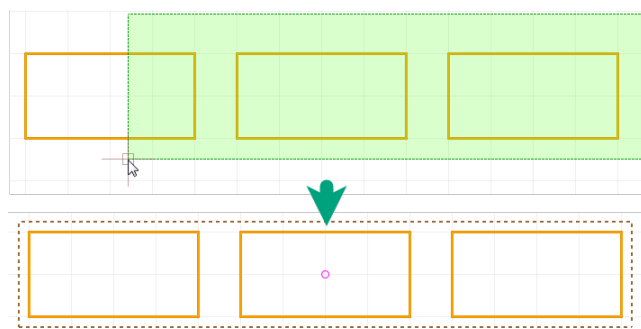

Рис. 361 Групповой выбор объектов областью с помощью инструмента «Выбрать»
- С помощью инструмента «Выбрать», удерживая левую кнопку мыши, разместите прямоугольную область, поместив в нее объекты, которые необходимо выбрать группой, см. Рис. 361.